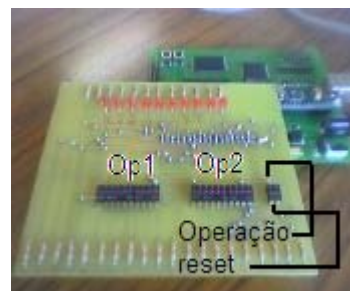

Figura 6: Placa Final
- Conectar a placa calculadora à placa DETIUA como indicado na figura 6.
- Faz-se o reset da máquina de estados, provocando uma transição no sinal de reset, indicado na figura 6; esta transição é obtida deslocando o botão para cima e depois para baixo.
- Selecciona-se o resultado a visualizar nos *leds*, divisão e resto da divisão inteira, como indicado na figura 6.